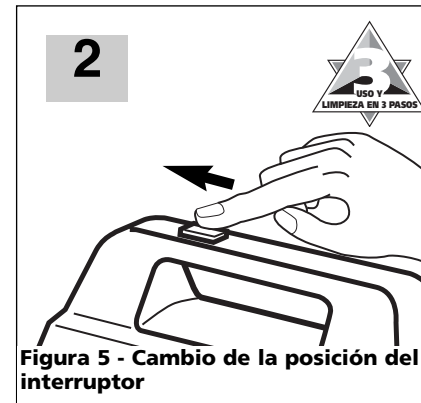

Figura 5 - Cambio de la posición del interruptor
1. Coloque el interruptor de energía en la posición 'High' (alto) (vea la figura 5). **Debería tomar entre 1 y 2 minutos ver que la pintura fluye hacia arriba por el tubo y hacia la parte externa del rodillo.** (NOTA: Si la pintura no fluye dentro de un